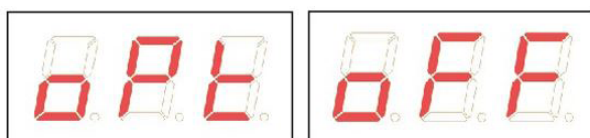

Fig26
- Hvis hjulets statiske ubalance er mindre end 12 gram, vil maskinen vise meddelelsen som vist i Fig26 i ét sekund og derefter automatisk afslutte optimeringsprogrammet.